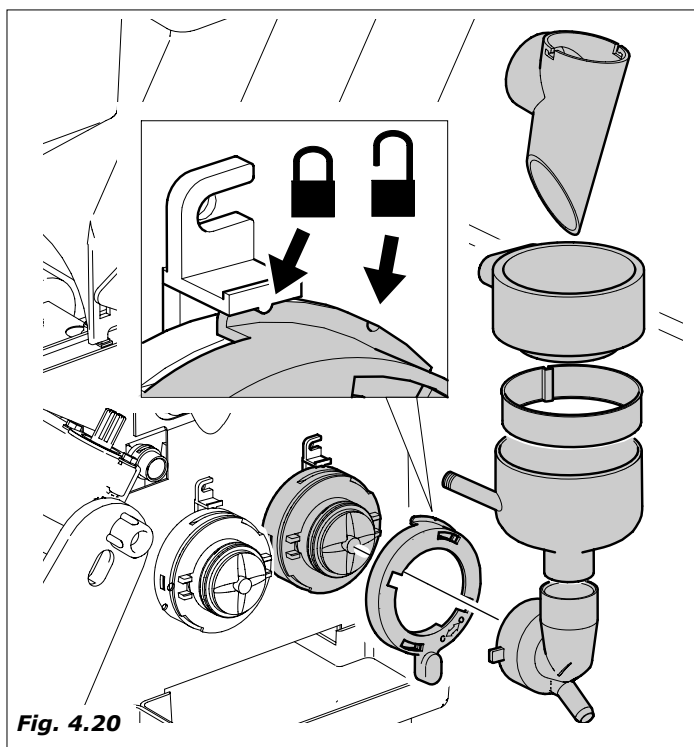

Fig. 4.20
- sumergir también en la solución, los embudos de agua, la cámara de mezcla, las aspas de las batidoras y los tubos de silicona (Fig.4.20)